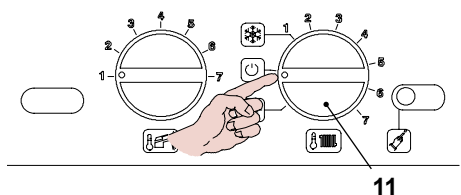

Fig. 9.18
- Per uscire dalla programmazione posizionare il selettore 11 come indicato in Fig. 9.18 .